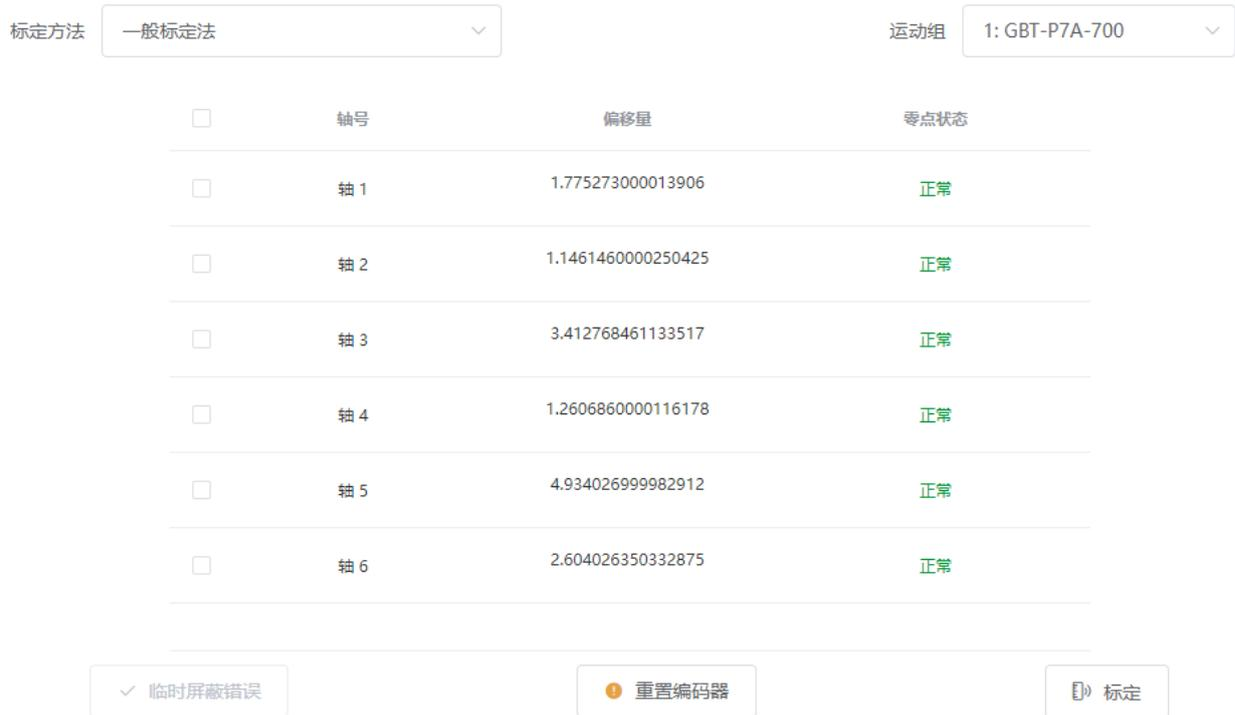

图 7.2 零点状态界面
2. 依次点击“菜单按钮” → “系统” → “基础设置” → “零点设置”进入界面如图 7.2 所示。